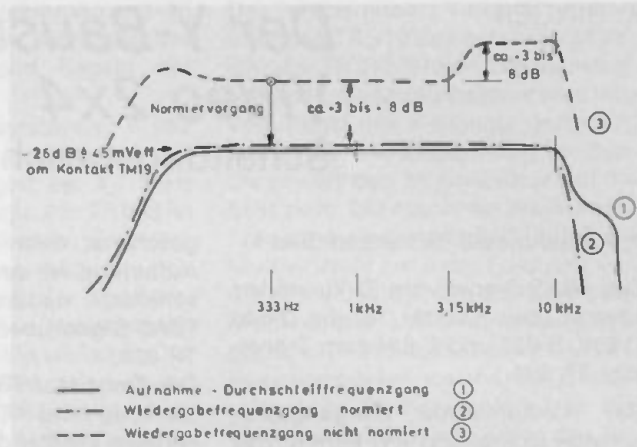

Bild 12 Kurvenvergleich
- Nacheinander zu allen Frequenzen (0...20 kHz) die Ausgangsspannung an Kontakt 19 aufnehmen und aufzeichnen (Kurve 1 im Bild 12). Bei Wiedergabe dieser Aufnahmen ergibt sich bei nicht normiertem Wiedergabepegel (ca. 100 mV bei 333 Hz) eine zusätzliche Verfälschung des Fre-